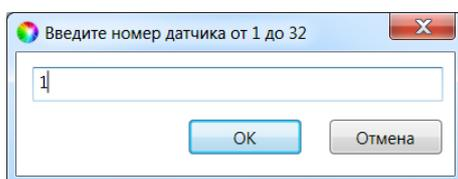

Рис. 6.19. Ввод номера радиоизвещателя
2. В открывшемся окне укажите номер извещателя (от 1 до 32) из числа еще не занятых и нажмите кнопку *OK* (рис. 6.19).